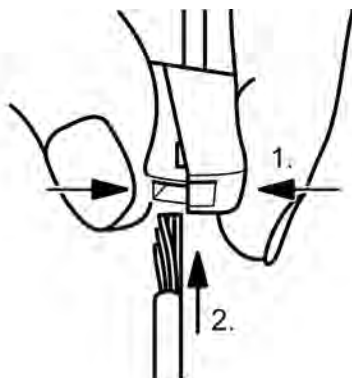

Bild 7: Anschluss des feindrahtigen Leiters
- Klemme auf der Seite mit der eckigen Öffnung zusammendrücken und die feindrahtige Anschlussleitung des Gerätes anschließen (Bild 7).